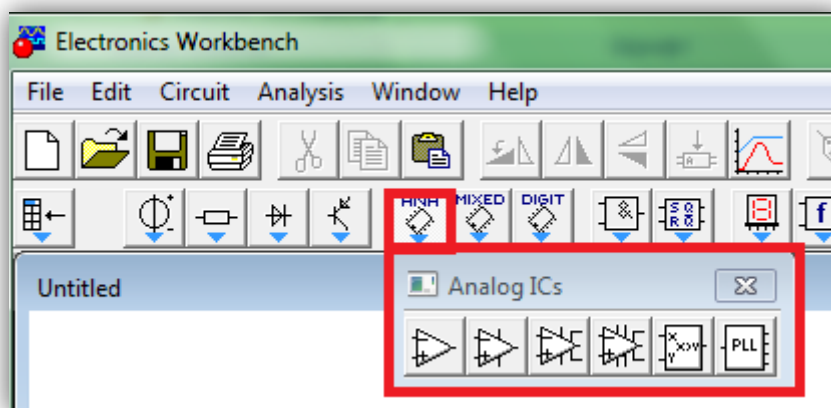

Рисунок 5 – Набор Analog ICs
5. Из набора Analog ICs (рисунок 5):